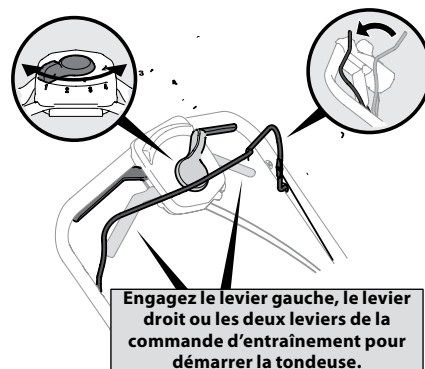

Figure 3-2
1. Lorsque le moteur est en marche, maintenez la commande de la lame engagée, puis serrez un levier ou les deux leviers de la commande d'entraînement contre la poignée supérieure pour faire avancer la tondeuse. Voir Figure 3-2.